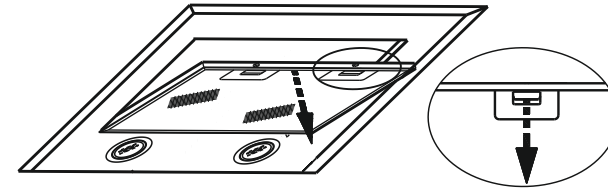

РИС. 5
8.3 Для очистки фильтра извлеките его из зонта (рис. 5) и произведите его очистку с помощью щетки горячим водным раствором нейтрального моющего средства вручную или в посудомоечной машине (при 60°C).
- перед установкой зонта снимите алюминиевый фильтр (фильтры), для этого нажмите на пружинный замок на фильтре и потяните его вниз и на себя (рис. 5);
- перед установкой зонта снимите алюминиевые фильтры, для этого нажмите на пружинный замок на фильтре и потяните фильтр вниз и на себя (рис. 5);